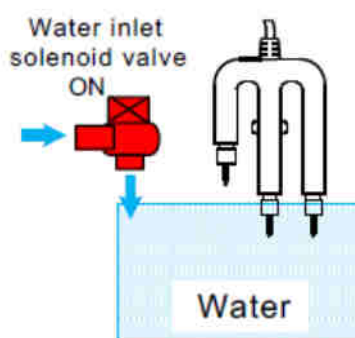
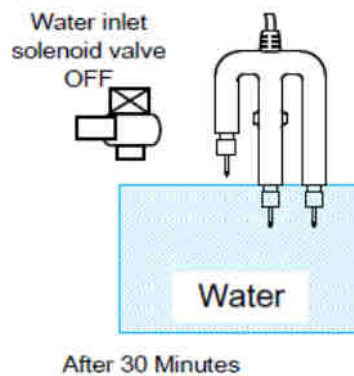

Imagen 2
Imagen 4
- Cuando el agua alcanza el nivel mínimo la electroválvula sigue abierta (ver en la imagen 2)
Cuando el agua alcanza el nivel mínimo (imagen 2) la electroválvula permanece abierta durante 30 minutos, el nivel de agua sigue aumentando lentamente ya que la bomba está en funcionamiento y el agua de los paneles se va evaporando. Después de estos 30 minutos la electroválvula se cerrará siempre y cuando el nivel del agua se mantenga por encima del nivel mínimo (imagen 4).